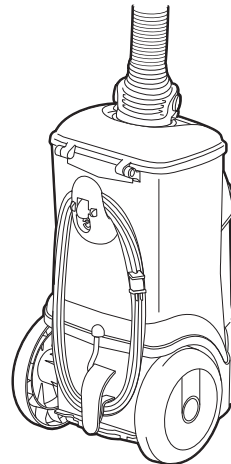

FIG. 5
Step 5: Wrap cord around cord hooks on the bottom of the canister and snap plug into place over cord (Fig. 5).
- Étape 5 :** Enroulez le cordon autour des crochets à cordon sur la partie inférieure du traîneau et pincez la fiche sur le cordon (Fig. 5).
- Paso 5:** Enrolle el cordón alrededor de los ganchos de la parte inferior del recipiente y fije el enchufe a presión en su sitio sobre el cordón (Fig. 5).